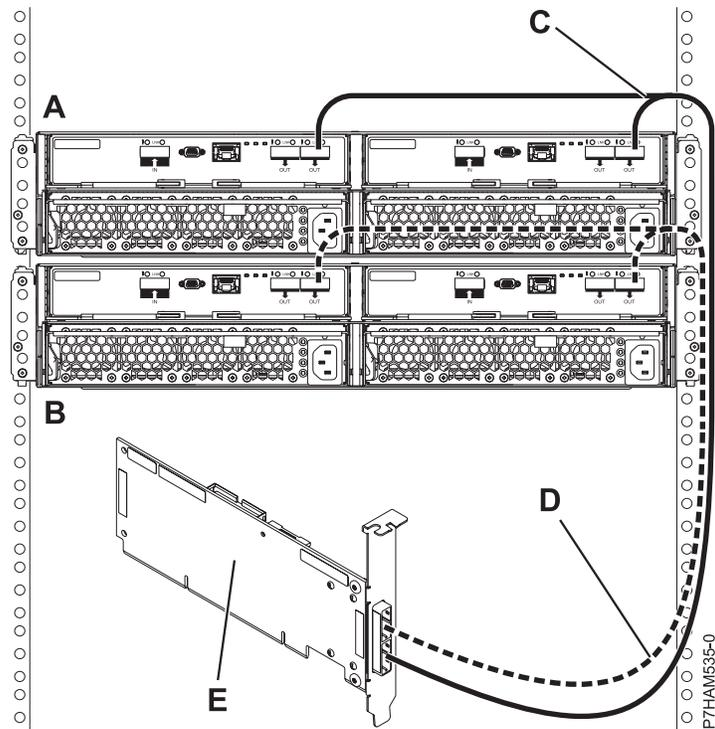

Figure 37. Connexion de mode 1 de deux boîtiers d'unité de disque 5887 via des câbles YO à un adaptateur SAS unique
13. Effectuez la connexion de mode 1 de deux boîtiers d'unité de disque 5887 (A et B) via des câbles YO (C et D) à un adaptateur SAS unique (E). Voir figure 37, à la page 39.
**Remarque :** L'adaptateur SAS unique (E) peut accéder à l'ensemble des 48 baies d'unité.